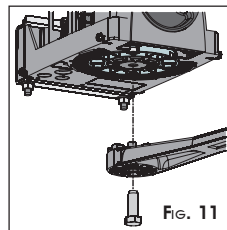

Fig. 11
⑥ Monteer de rechte arm (Fig.11) met de speciale bijgeleverde schroef.